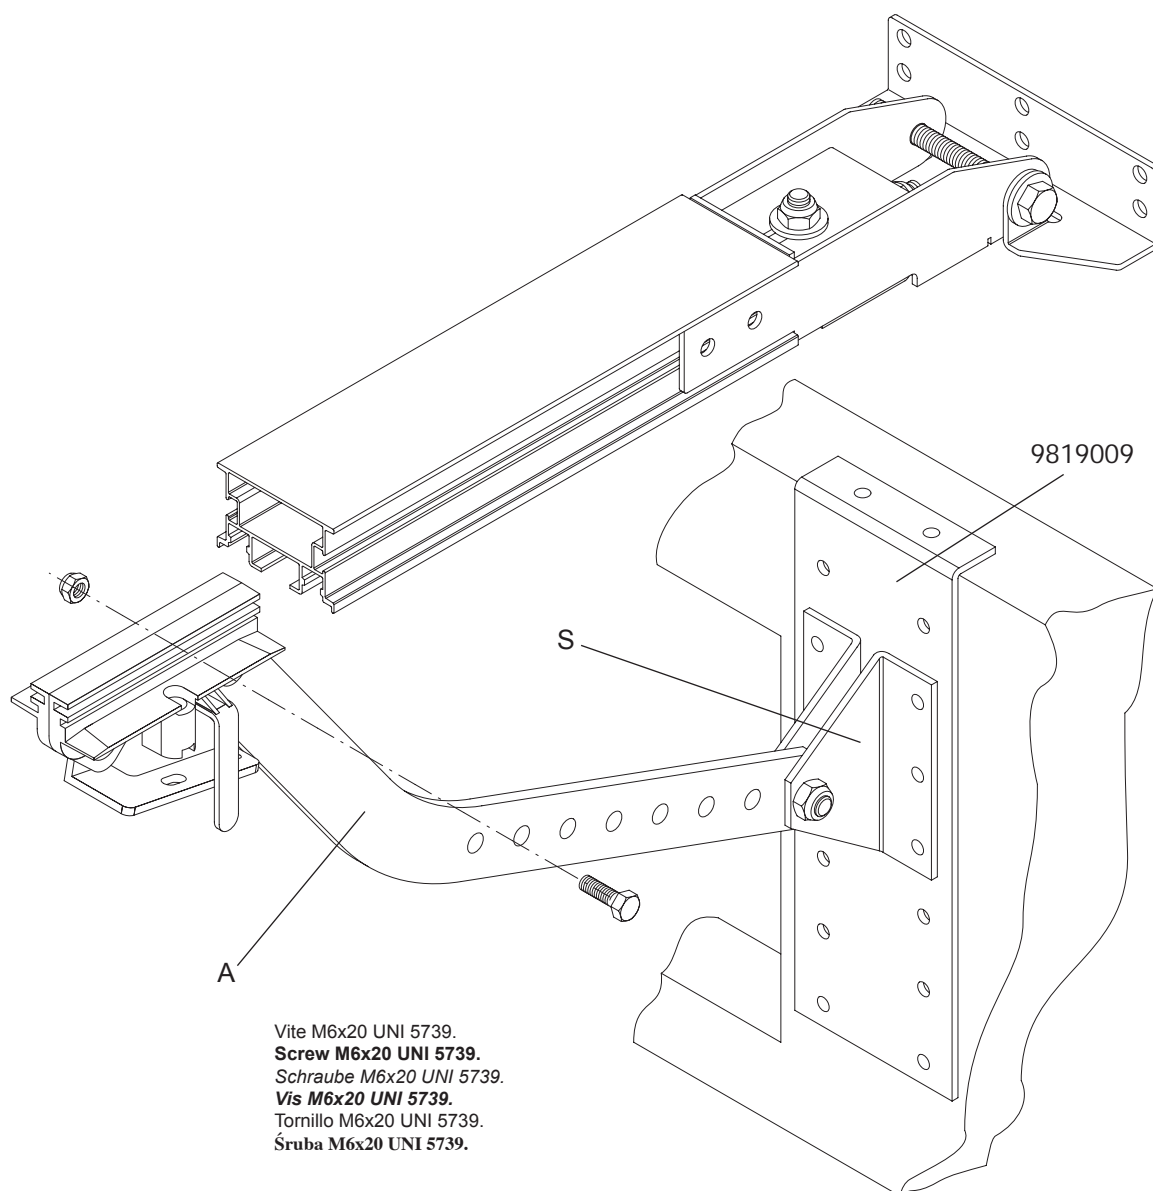

Fig.11
- l) Collegare l'asta di trascinamento A al pattino di trascinamento mediante la vite a testa esagonale M6x20 e dado autobloccante, evitando di bloccare l'asta stessa. Regolare l'altezza della staffa S in modo che, a porta chiusa, l'asta A sia in posizione pressoché verticale (Fig.11).
- l) **Connect the dragging rod A to the dragging slide by using the hexagonal head screw M6x20 and self-locking nut. Avoid blocking the rod. Adjust the bracket S height so as to ensure that, when the door is closed, the rod A is almost vertically positioned (Fig.11).**
- l) *Die Mitnehmerstange A an den Mitnehmerschuh mit der sechskantigen Schraube M6x20 und der selbstsichernden Mutter verbinden, jedoch vermeiden dass die Stange selbst blockiert wird. Die Höhe des Bügels S so einstellen, dass bei geschlossener Tür die Stange A praktisch vertikal liegt (Abb.11).*
- l) **Assembler la tige d'entraînement A au patin d'entraînement au moyen de la vis à tête hexagonale M6x20 et de l'écrou autoserrant, en évitant de bloquer la tige elle-même. Régler la hauteur de la bride S de manière à ce que, la porte étant fermée, la tige A soit en position pratiquement verticale (Fig.11).**
- l) Conectar la barra de arrastre A con el patín de arrastre utilizando el tornillo de cabeza hexagonal M6x20 y la tuerca autoblocante, evitando bloquear la barra. Ajustar la altura del estribo S de manera que, con la puerta cerrada, la barra A esté en posición casi vertical (Fig.11).
- l) **Przyłączyć sztabę pociągającą A do suwaka ciągnącego, za pomocą śruby z łbem sześciokątnym M6x20 i samozabezpieczającej nakrętki, uważając by nie zablokować sztaby. Uregulować wysokość zaczepu S w taki sposób aby, podczas zamknięcia bramy, sztaba A znajdowała się prawie że w pozycji pionowej (rys.11).**